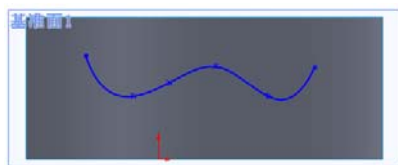

图 6-15 绘制的样条曲线
**07** 绘制样条曲线。单击“草图”工具栏中的“样条曲线”图标按钮，绘制如图 6-15 所示的样条曲线，然后退出草图绘制状态。